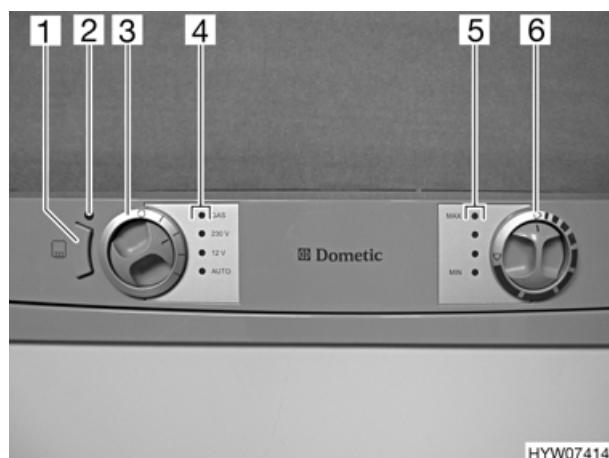

Bild 80 Bedienelemente für Kühlschrank
Bei hohen Außentemperaturen und hoher Luftfeuchtigkeit kann es zur Wassertropfenbildung am Metallrahmen des Frosterfachs kommen. Deshalb ist der Kühlschrank mit einer Rahmenheizung für das Frosterfach ausgestattet. Bei hohen Temperaturen und hoher Luftfeuchtigkeit die Rahmenheizung über die Taste (Bild 80,1) einschalten. So lässt sich Korrosion vermeiden. Wenn die Rahmenheizung eingeschaltet ist, leuchtet die Kontroll-Leuchte (Bild 80,2).
Ist die 230-V-Versorgung nicht angeschlossen und ist der Fahrzeugmotor ausgeschaltet, wählt das AES die Gasversorgung. Beim Anwählen des Gasbetriebs wird die Zündsicherung automatisch geöffnet, so dass Gas zum Brenner strömen kann. Gleichzeitig wird der elektronische Zünder eingeschaltet. Erlöscht die Gasflamme, z. B. durch einen Luftzug, wird der Zünder sofort aktiviert und zündet das Gas wieder an. Bei Störung im Gasbetrieb blinkt die Kontroll-Leuchte "GAS" (Bild 80,4) rot.
- Im Tankstellenbereich ist das Betreiben offener Flammen verboten. Falls der Aufenthalt länger als 15 Minuten dauert, muss der Kühlschrank am Energie-Wahlschalter (Bild 80,3) ausgeschaltet werden.
Nach dem Einschalten wählt der Kühlschrank automatisch die mittlere Thermostateinstellung. Diese Einstellung kann manuell mit dem Drehregler (Bild 80,6) nachgeregelt werden. Die Kontroll-Leuchten (Bild 80,5) zeigen die gewählte Thermostateinstellung an. Mit dem Drehregler wird die Kühltemperatur für alle drei Energiearten eingestellt. Es dauert einige Stunden, bis der Kühlschrank die normale Betriebstemperatur erreicht hat. Beim Umschalten der Betriebsart wird die Thermostateinstellung beibehalten. Die Kühltemperatur wird unabhängig von der Energieart beibehalten.
- Mit dem Energie-Wahlschalter (Bild 80,3) die Energieart wählen. Die zugehörige Kontroll-Leuchte (Bild 80,4) leuchtet grün.
- Kühltemperatur am Drehregler (Bild 80,6) einstellen. Die Kontroll-Leuchten (Bild 80,5) zeigen die gewählte Thermostateinstellung.
Bei Störung im Gasbetrieb blinkt die Kontroll-Leuchte "GAS" (Bild 80,4) rot.
- Den Energie-Wahlschalter (Bild 80,3) auf "O" drehen. Keine Kontroll-Leuchte (Bild 80,2) leuchtet mehr.